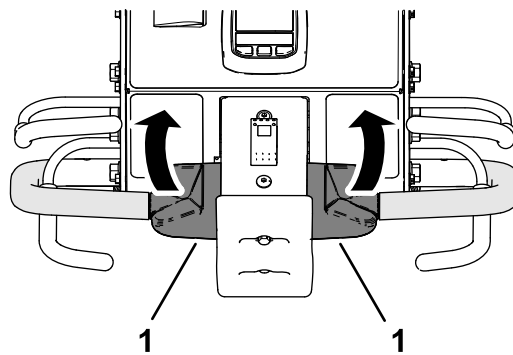

Figura 38
3. În timp ce ینی maneta pentru prezența operatorului și maneta de aerare, roțile partea superioară a comenzii de traciune spre înapoi (Figura 38).